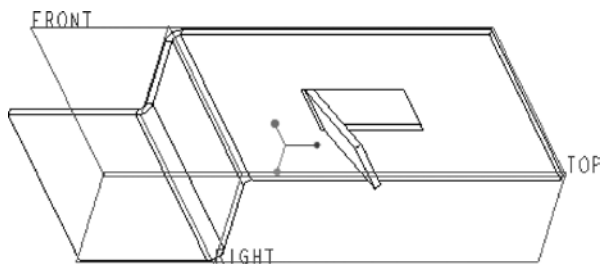

图 5-43 完成折弯特征后的钣金件效果
(8) 默认选择（测量自直线开始的折弯角度偏转）图标选项，折弯半径值为“[厚度]”，从“半径标注位置”下拉列表框中选择（标注折弯的内部曲面）图标选项。
(9) 在“折弯”选项卡中单击（完成）按钮，从而完成该折弯特征，模型效果如图 5-43 所示。